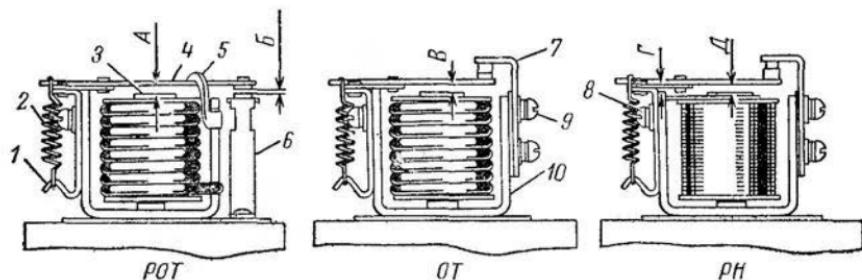

Рис. 136. Величина зазоров в приборах реле-регулятора:
**Регулировка зазоров реле-регулятора.** У реле обратного тока (POT) зазор *A* (рис. 136) между якорем 4 и диамагнитной шайбой сердечника 3 должен быть 0,6—0,8 мм при разомкнутых контактах и в момент замыкания контактов 0,2—0,3 мм. Зазор *B* между контактами должен быть не менее 0,25 мм.